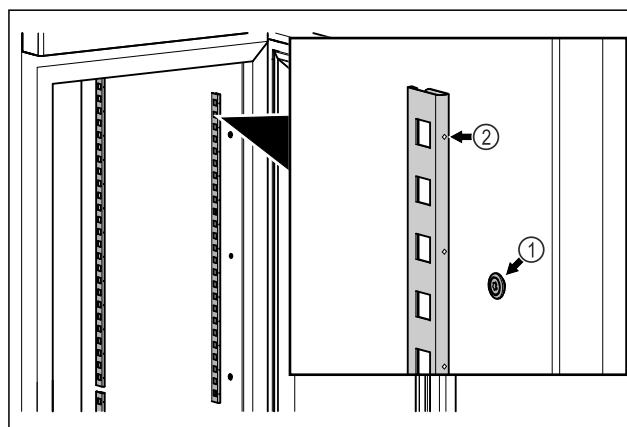

Fig. 81 Voorbeeld
- ▶ Vastzetstrips in de ophanging Fig. 81 (1) haken. Markering Fig. 81 (2) moet naar voren wijzen.